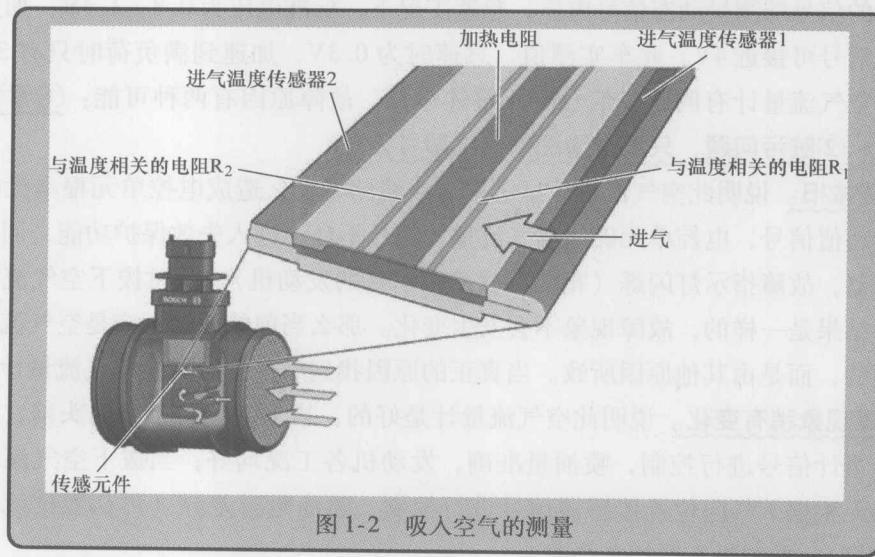
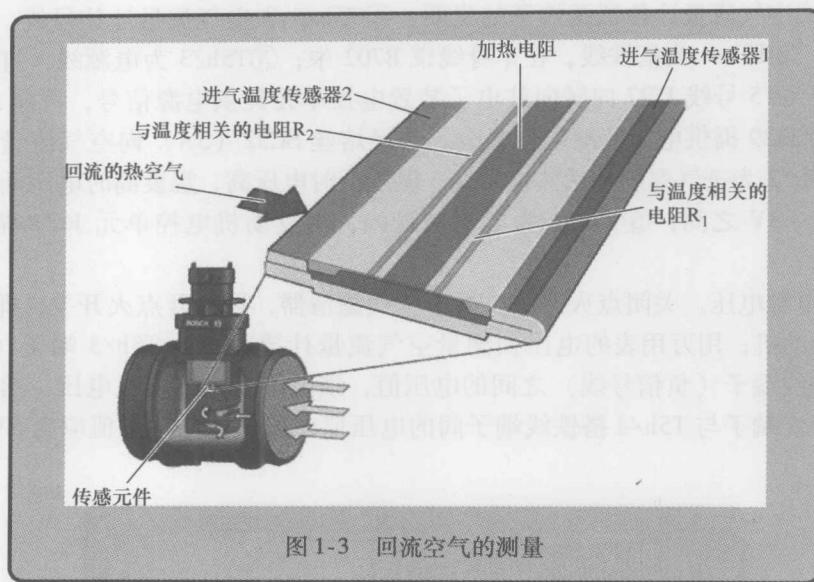

图 1-2 吸入空气的测量
图 1-3 回流空气的测量
(1) 工作过程 空气流量计的传感元件处在发动机吸入的空气中，一部分空气流经该传感器的旁通气道，其内有传感器电控单元，该电控单元上集成有一个加热电阻和两个进气温度传感器。这两个进气温度传感器用来识别空气的流动方向：吸入的空气首先经过进气温度传感器 1，如图 1-2 所示；从关闭的气门处回流的热空气首先经过进气温度传感器 2，如图 1-3 所示。两进气温度传感器与加热电阻共同作用，发动机电控单元即可计算出吸入空气中的氧含量。